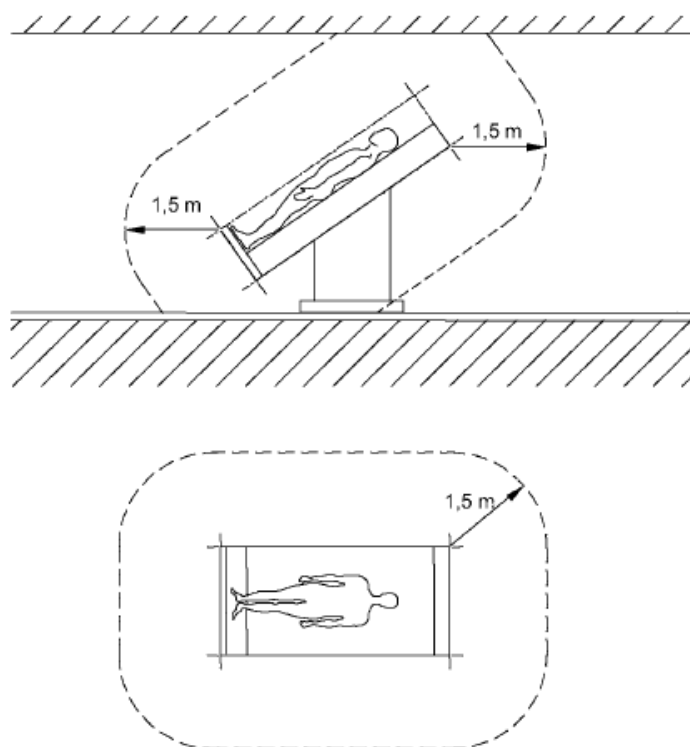

Fig. 1 Étendue minimale de l'ENVIRONNEMENT DU PATIENT
- À l'aide d'un outil à bec plat et en prenant soin de ne pas endommager la peinture des couvercles supérieurs, retirez les couvercles inférieurs des tuyaux de descente ①, qui sont fixés par pression. Voir la figure 1.
- Retirez ensuite les couvercles supérieurs du corps principal ②, qui sont également fixés à la main. Voir la figure 1.